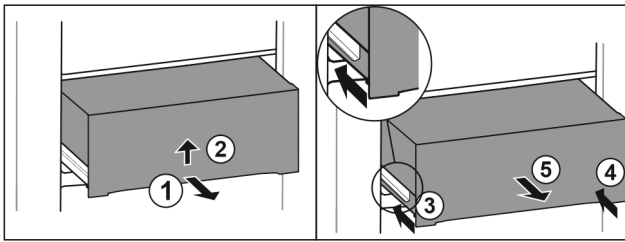

Fig. 45
- ▶ Вытяните выдвижной ящик наполовину. Fig. 45 (1)
- ▶ Поднимите выдвижной ящик за нижнюю часть. Fig. 45 (2)
- ▶ Вставьте левую направляющую. Fig. 45 (3)
- ▶ Вставьте правую направляющую. Fig. 45 (4)
- ▶ Извлеките выдвижной ящик движением вперед. Fig. 45 (5)